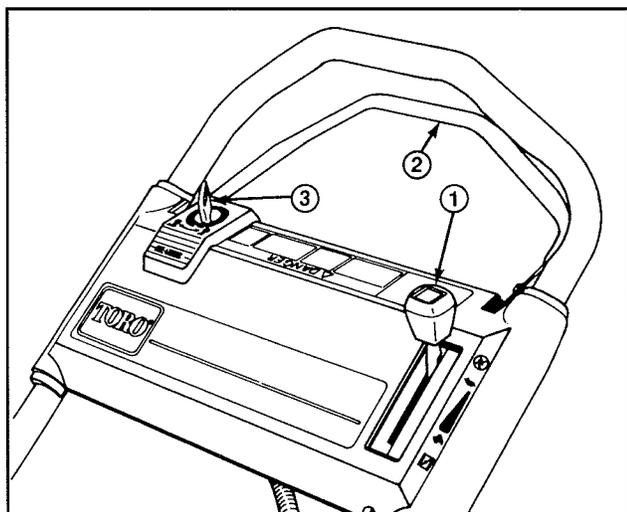
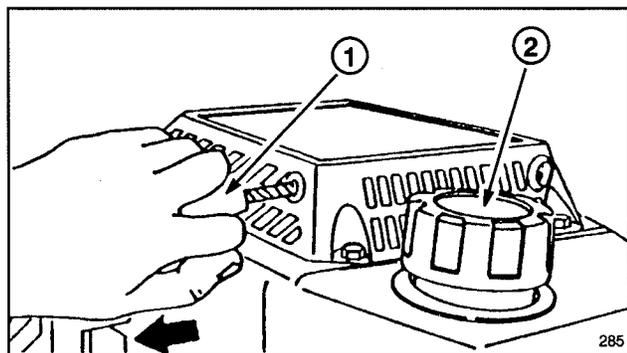
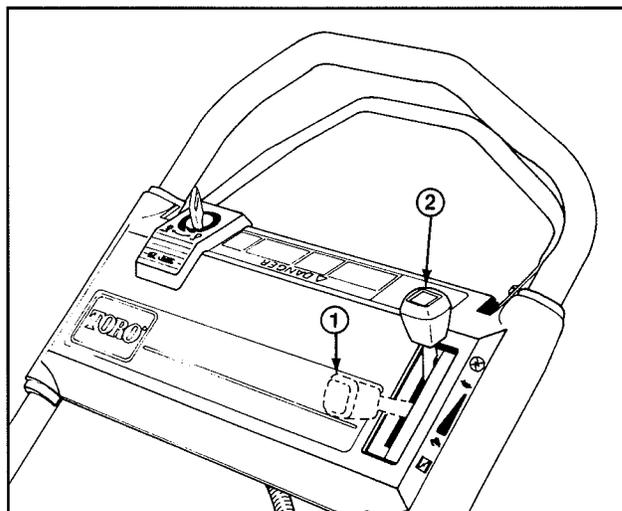

Abbildung 8
Abbildung 9
Abbildung 10
1. Rund um den Kraftstofftankverschluß reinigen und die Kappe vom Tank entfernen (Abb. 9). Bei bleifreiem Benzin den Kraftstofftank bis 6-13 mm unter den Einfüllstutzen füllen.
1. **ÖLSTAND PRÜFEN**—Ölstand, wie auf dem Ölmeßstab gezeigt, zwischen VOLL und NACHFÜLLEN halten (Abb. 8).
2. **SCHNEIDEN UND AUFFANGEN**—Beste Ergebnisse werden erzielt, wenn nur etwa 1/3 des Grashalms geschnitten wird. Wird langes Gras geschnitten, empfiehlt sich die höchste Schnitthöheneinstellung (E) für den ersten Mähgang. Danach ist das Gras mit einer üblichen Schnitthöhe noch einmal zu mähen. Wird zu langes Gras gemäht, kann der Mäher verstopfen und der Motor abgedrosselt werden.
STEUERVORRICHTUNG—Schlüsselschalter (Elektrostart-Modell), Gashebel und Antriebshebel befinden sich am oberen Griff (Abb. 8). Der Seilstarter befindet sich am Motoroberteil (Abb. 9).
2. **STARTEN MIT E-START**—Den Gashebel auf CHOKE stellen (Abb. 10). Den Schlüssel auf START drehen (Abb. 8) und loslassen sobald der Motor läuft. Den Gashebel auf SCHNELL stellen oder die gewünschte Geschwindigkeit einstellen. Ist die Batterie entladen, kann der Motor mit dem Seilstarter gestartet werden (Abb. 9).
3. **SEILSTARTER**—Den Gashebel auf CHOKE stellen (Abb. 10). Den Seilstarter ziehen (Abb. 9) bis das Spiel überwunden ist; dann fest anziehen, um den Motor zu starten. Startet der Motor, den Gashebel auf SCHNELL oder die gewünschte Geschwindigkeit einstellen.
4. **STOPPEN** (Abb. 10)—Zum Stoppen des Motors den Gashebel in die AUS-Stellung zurückschieben. Den Schlüssel aus dem Schalter ziehen. Das Kabel von der Zündkerze abziehen, wenn der Mäher unbeaufsichtigt ist oder nicht verwendet wird.